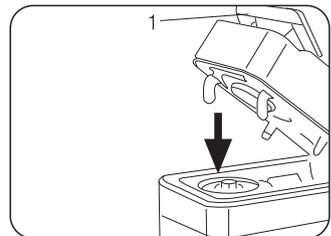
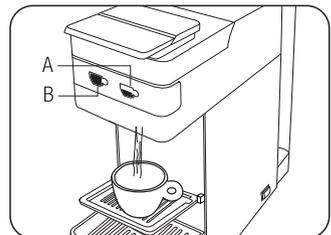

Abb. 9
Abb. 10
- Schließen Sie den Hebel (1) **(Abb. 9)** vollständig und drücken Sie nach Wunsch eine der Abgabetasten: die Taste (A) für die kleine oder die Taste (B) für die mittelgroße Tasse. **(Abb. 10)**
Ausgabe große Tasse: Drücken Sie die Taste (B) und halten Sie sie gedrückt. Das Wasser beginnt heraus zu fließen. Wenn die gewünschte Wassermenge abgegeben worden ist, die Taste (B) wieder loslassen. Die Wasserabgabe wird dadurch gestoppt und die Wassermenge wird gespeichert. **(Abb. 10)**
Ausgabe kleine Tasse: Drücken Sie die Taste (A) und halten Sie sie gedrückt. Das Wasser beginnt heraus zu fließen. Wenn die gewünschte Wassermenge abgegeben worden ist, die Taste (A) wieder loslassen. Die Wasserabgabe wird dadurch gestoppt und die Wassermenge wird gespeichert. **(Abb. 10)**